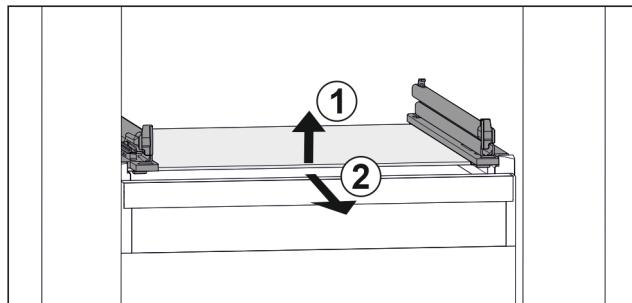

Fig. 59 Príklad zobrazenia sklenenej dosky
- Nadvhnite sklenenú dosku vpred. Fig. 59 (1)
- Odoberte sklenenú dosku dopredu. Fig. 59 (2)